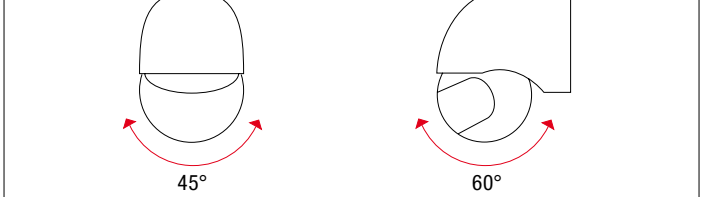

Fig. 4
**Angolo rilevamento:** ambito visivo ellittico 180°, 12m in avanti (Fig. 4 - 5)
**Detection angle:** 180° elliptical visual field, 12m forward (Fig. 4 - 5)